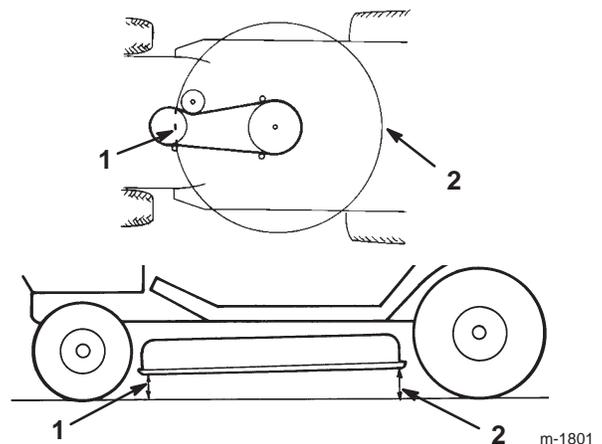

Figure 46
10. Contrôlez l'inclinaison avant/arrière en mesurant la hauteur du bas du plateau de coupe (au centre, à l'avant et à l'arrière) par rapport au sol plat (Fig. 46). Si l'avant du plateau est plus de 16 mm plus bas que l'arrière, réglez l'inclinaison de la lame comme expliqué aux points 11 à 17.